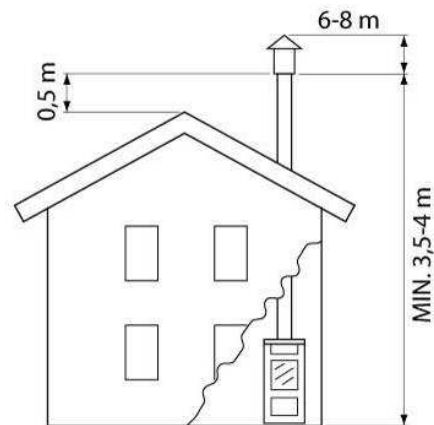
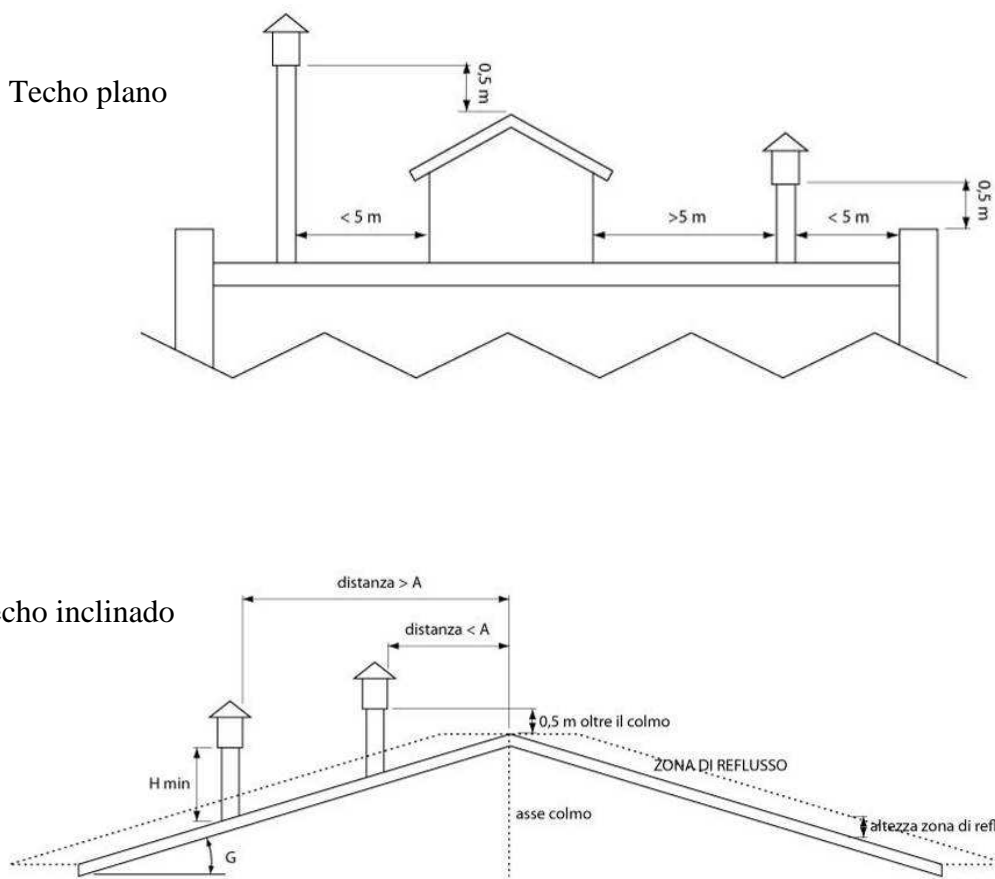

Fig.4
Fig.5
- El caballete debe estar siempre ubicado de manera de garantizar una adecuada dispersión y dilución de los productos de la combustión y de todos modos por fuera de la zona de reflujo. Esta zona tiene dimensiones y formas diferentes en función del ángulo de inclinación de la cubierta, por lo cual resulta necesario adoptar las alturas mínimas presentadas en fig. 4 y en fig. 5.
- El caballete deberá ser con deflector y deberá superar la altura de la cumbrera del tejado fig. 4 y fig. 5.
- Eventuales construcciones u otros obstáculos que superan la altura del caballete no deberán encontrarse por debajo del caballete mismo (fig.4).